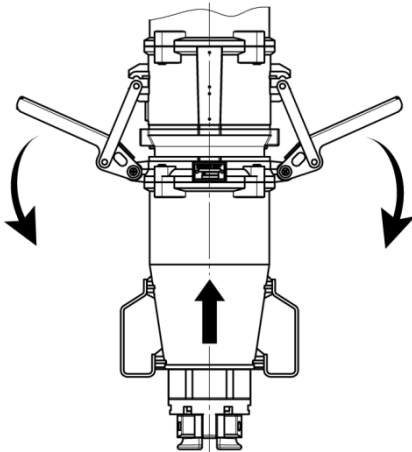

Abb. 61: Verschlusshebel schliessen
3. Beide Verschlusshebel gleichzeitig zum Körper hin ziehen, um die Verschlusshebel zu schliessen (Abb. 61/Pfeile).